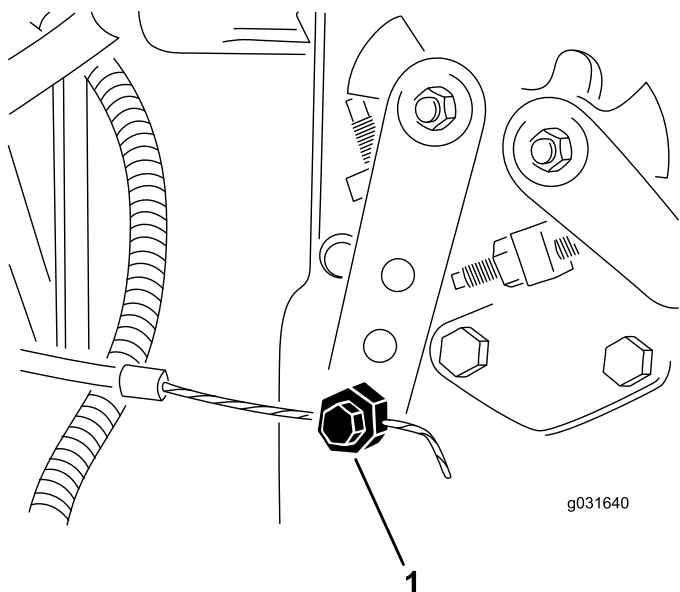

Figura 64
2. Slăbii conectorul cablului manetei de acceleraie de pe braul manetei pompei de injecie (Figura 64).